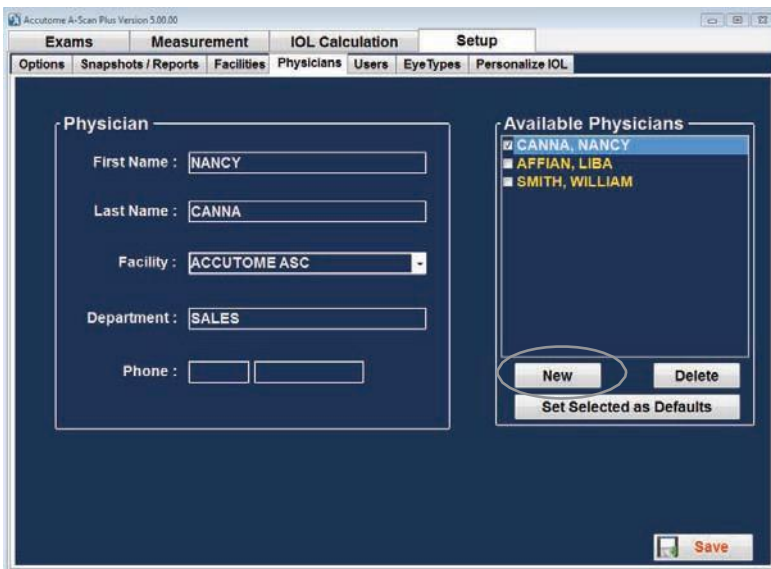

Figura 5-32: Ventana de médicos
1. En la ventana de médicos, seleccione “New” (“Nuevo”), como se muestra en la figura 5-32.